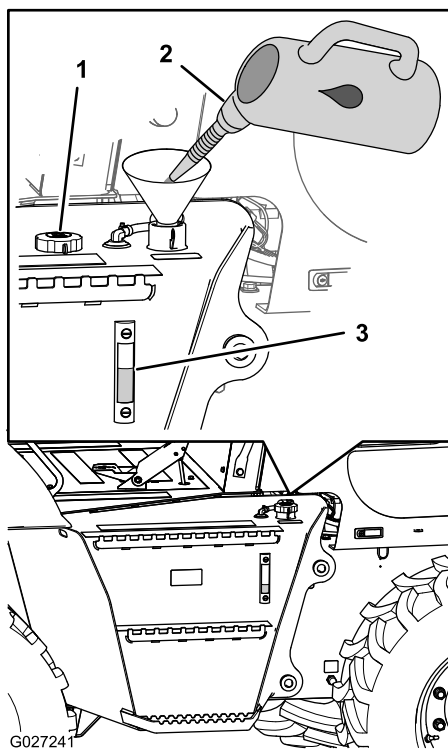

Bild 26
3. Prüfen Sie den Hydraulikölstand am Schauglas an der Seite des Hydraulikbehälters (Bild 26).
4. Wenn der Hydraulikölstand im Schauglas nicht sichtbar ist, nehmen Sie den Fülldeckel (Bild 26) ab, füllen Sie genug Hydrauliköl ein, um den Füllstand bis in die Mitte des Schauglases anzuheben und setzen Sie den Deckel auf.